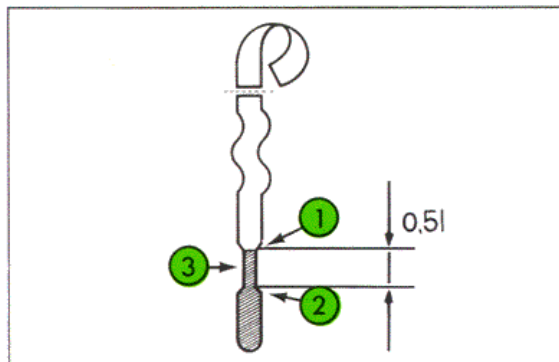

Fig. 1 Jauge d'huile moteur
- Pour compléter, ne pas dépasser l'extrémité supérieure de l'encoche de la jauge. La longueur de l'encoche correspond environ à 0,5 litre (Fig. 1).